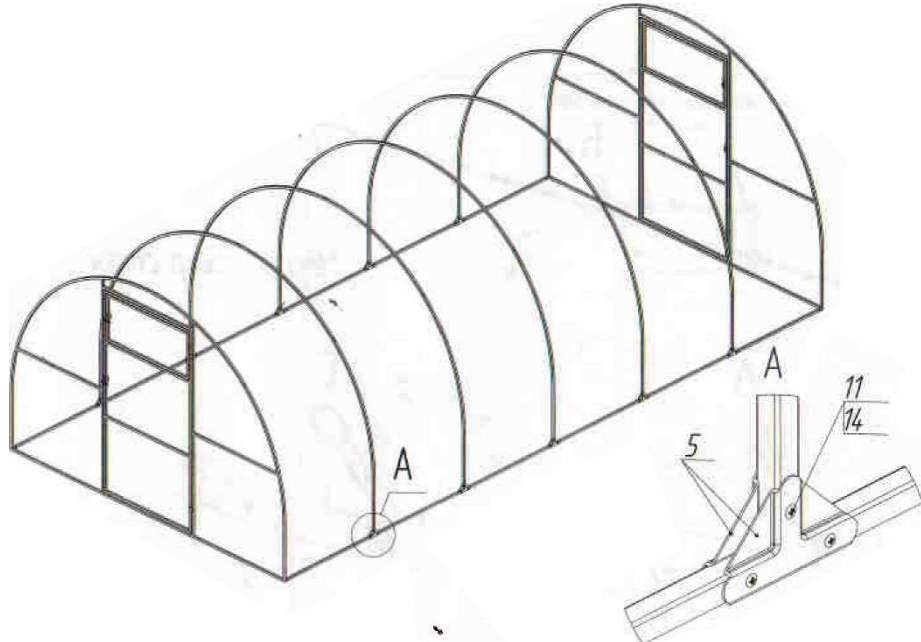

Рис. 5
- 5.5 Установите на место дуги (рис. 5)